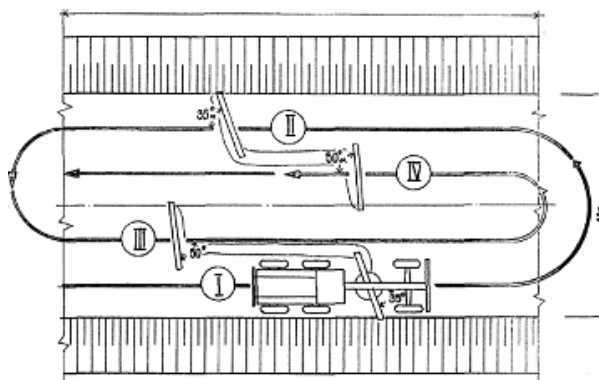

Рис. 6
12. На технологической схеме (рис. 6) представлено